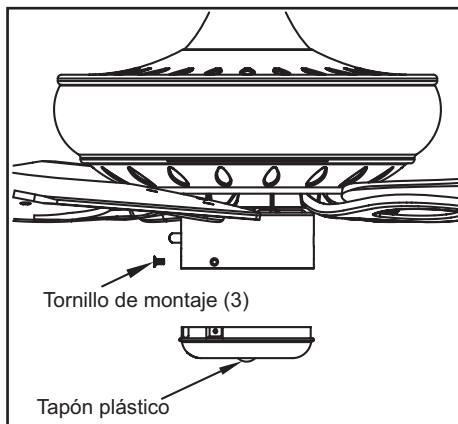

Figura 18
5. Coloca la cubierta de la caja del interruptor sobre esta última e instala los tres tornillos que retiraste en el paso 3. Aprieta los tres tornillos (Figura 18).